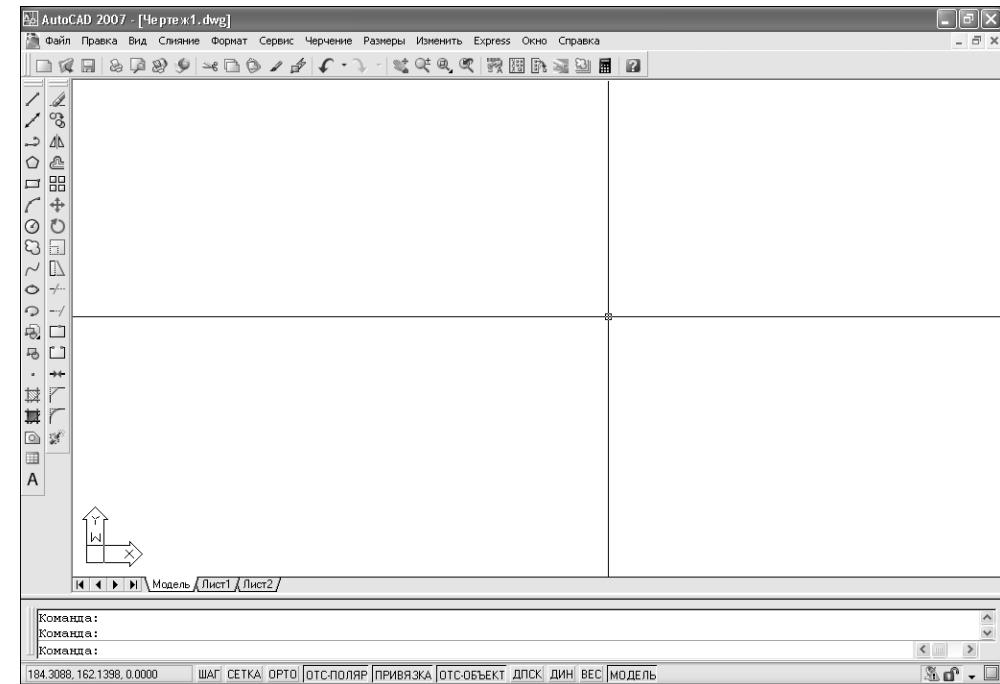

Рис. 1.16 ▼ Okno AutoCAD 2007 настроено для работы с данной книгой
Однако при обучении основам работы в AutoCAD все же лучше начинать с минимального набора инструментов, подключая дополнительные панели по мере необходимости. Поэтому здесь и далее автор будет считать, что вы оставили на экране лишь панель **Standard**, пристыкованную к верхней границе окна, а также панели **Черчение** (Draw) и **Изменить** (Modify), пристыкованные к левой границе окна, как показано на рис. 1.16.
Если вам удалось расположить панели **Черчение** (Draw) и **Изменить** (Modify), как показано на рис. 1.16, а также добиться соответствия расположения и настройки других элементов окна AutoCAD на вашем ПК расположению и настройке аналогичных элементов на рис. 1.16, можете переходить к изучению заключительных разделов этой главы. В противном случае вернитесь к началу главы и попробуйте разобраться в том, как решить соответствующую проблему, поскольку в последующих главах не будет уделяться такого внимания вопросам настройки интерфейса, исходя из того, что вы научились выполнять все операции, описанные в данной главе.
На этом вводная глава по интерфейсу AutoCAD закончена. Надеюсь, что вы настроили окно AutoCAD в соответствии с рис. 1.16, а также разобрались как в методах использования панелей инструментов, меню и командного окна, так и в методах использования для этого клавиатуры и мыши. Если вы собираетесь на этом завершить сеанс работы в AutoCAD, выберите команду **Файл ⇒ Закрыть** (File ⇒ Exit) или нажмите **Alt+F4** и выйдите из AutoCAD, не сохраняя текущего документа. В следующей главе вы изучите несколько команд черчения, с помощью которых можно создать простейший чертеж.
- Убедитесь в том, что в левой части окна AutoCAD находятся панели инструментов **Черчение** (Draw) и **Изменить** (Modify), а в верхней – панель **Standard**, как было показано на рис. 1.16. При изложении дальнейшего материала будем считать, что окно AutoCAD имеет именно такой вид,